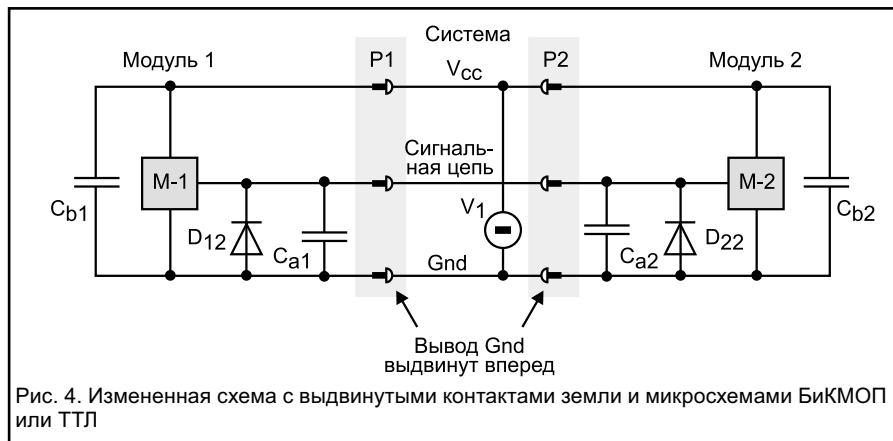

Рис. 4. Измененная схема с выдвинутыми контактами земли и микросхемами БикМОП или ТТЛ
1) При включении модуля и соединении сигнальной линии конденсатор C_{b2} на рис. 4 должен быть заряжен.